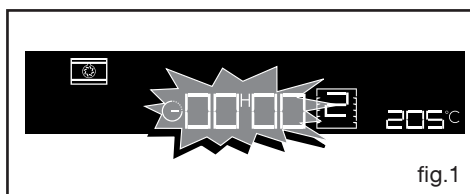

fig.1
- Appuyez 1 fois sur la touche  (fig.1).
le four étant à l’arrêt, appuyez simultanément sur les touches  et  pendant quelques secondes (fig.1).